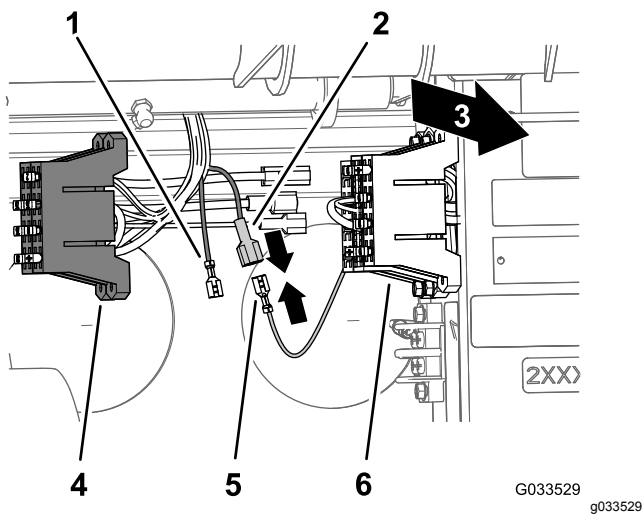

Figure 25
2. Localisez la borne femelle non isolée au bout du câble jaune libre du porte-fusibles de la machine et la borne mâle isolée au bout du câble jaune optionnel du porte-fusibles du câblage du pulvérisateur (Figure 25).
3. Branchez la borne femelle non isolée du porte-fusibles de la machine à la borne mâle isolée du porte-fusibles du câblage du pulvérisateur (Figure 25).